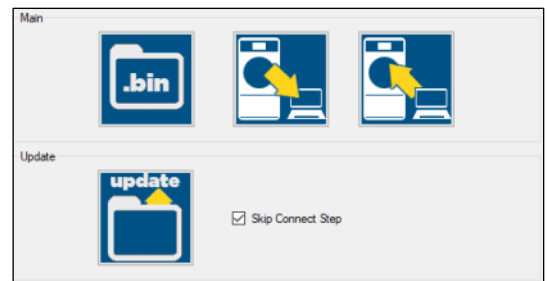

Fig. 4.5
- Ejecute el proceso de carga normalmente, seleccionando la opción Skip Connect Step. (Fig. 4.5)